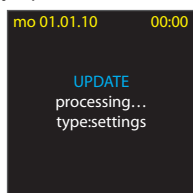

fig. 8
- La apăsarea butonului „Start” programul începe transmisia (fig. 8)